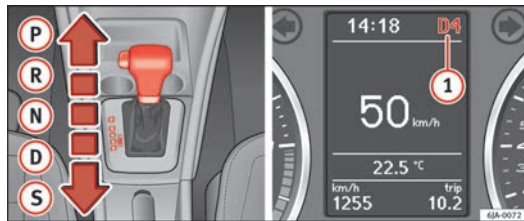

Abb. 106 Wählhebel / Informations-Display: Wählhebelstellungen
Die aktuelle Wählhebelstellung wird im Informations-Display des Kombi-Instruments angezeigt (1) ⇒ Abb. 106.
⇒ Abb. 106.